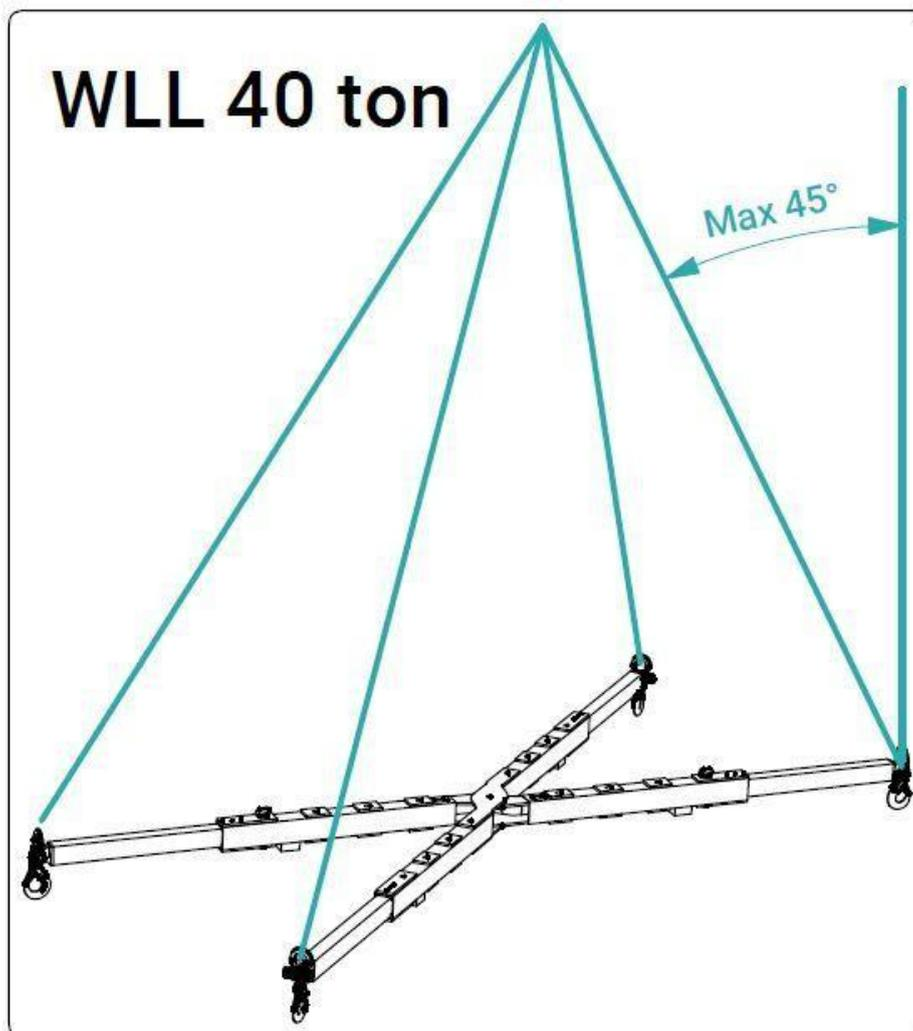
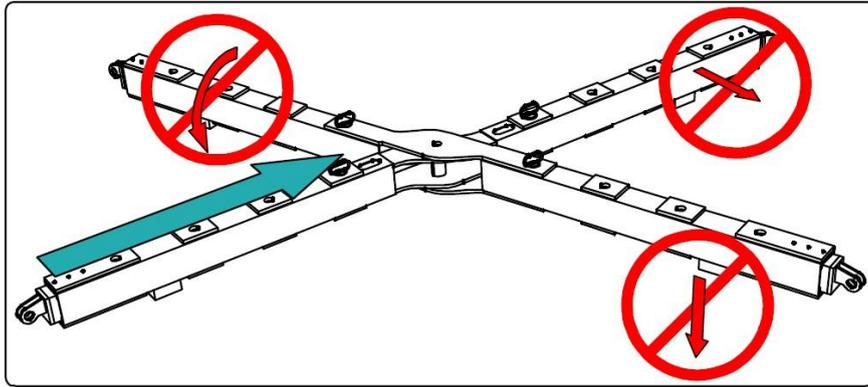
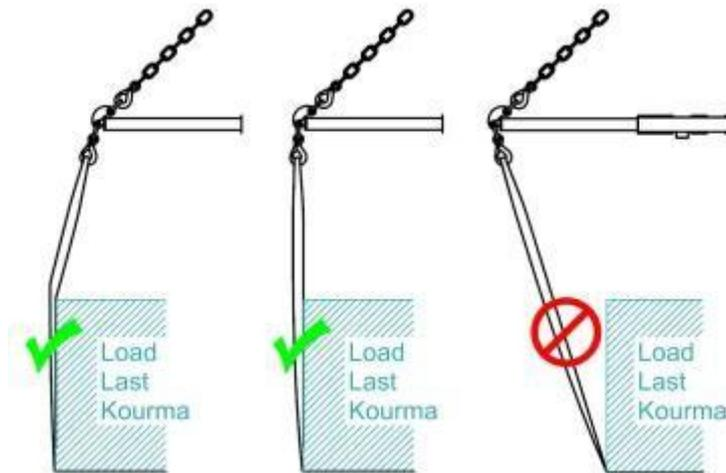
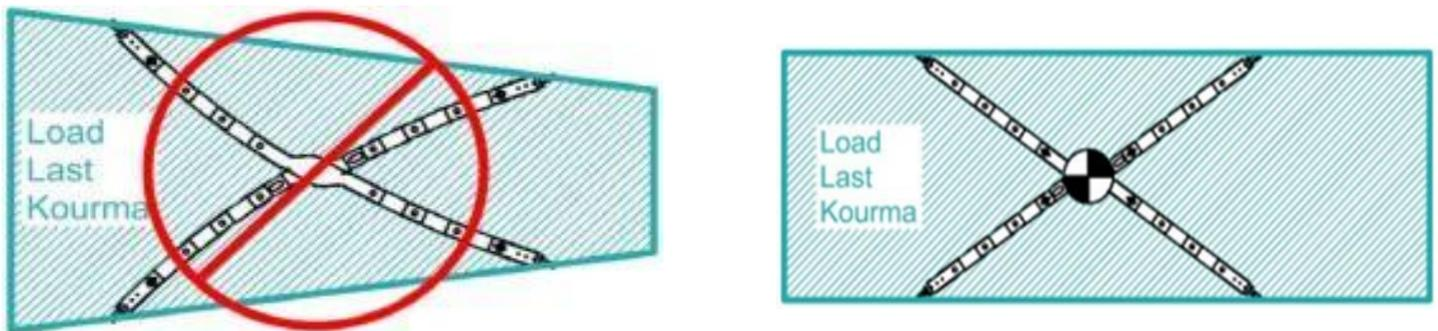

Figura 1: El peso máximo de elevación es de 40 000 kg con un ángulo de 45° en los cables de elevación
Figura 2: El balancín de elevación sólo puede cargarse hacia dentro
Figura 6: El balancín de elevación está ajustado a la longitud correcta cuando es tan largo o más corto que la anchura de la carga.
Figura 7: Los puntos en los que las correas de elevación abandonan la carga deben formar un rectángulo
El separador de elevación ALUEX 40T está diseñado para ayudar a elevar objetos. El propósito del separador de elevación es separar las correas de elevación del objeto. El separador de elevación es ajustable, lo que permite que la elevación sea lo más segura. Lea y siga las instrucciones de uso para que el separador de elevación se utilice sin riesgo. Entregue una copia de estas instrucciones de uso a todos los usuarios de ALUEX. El balancín de elevación no debe utilizarse para ninguna elevación para la que no esté diseñado. **El peso máximo de elevación es de 40 000 kg con 45 grados, ¡el ángulo de elevación no puede ser inferior! (véase la figura 1).** ¡Debe familiarizarse con las instrucciones y aclarar cualquier ambigüedad antes de ponerlo en uso!
**El peso máximo de elevación es de 40 000 kg con 45 grados, ¡el ángulo de elevación no puede ser inferior! (véase la figura 1).** El balancín de elevación sólo puede cargarse hacia dentro (véase la figura 2). Los brazos del balancín de elevación deben poder moverse libremente (véase la figura 3). El balancín de elevación debe ajustarse a la longitud correcta antes de su uso. **Queda terminantemente prohibida** la fijación en cualquier otro lugar que no sea el punto de fijación (grilletes). (véase la figura 4). Todas las vigas de ajuste deben ajustarse siempre a la misma longitud (véase la figura 5). cuando se utilice, la longitud de la viga de separación debe ajustarse siempre utilizando los pasadores guía. La fijación de los pasadores debe comprobarse siempre antes del uso. **La longitud correcta es siempre igual o inferior a la anchura del objeto** (véase la figura 6). El centro de gravedad de la carga debe estar situado en el centro por debajo del balancín de elevación, los puntos donde las correas de elevación abandonan la carga deben formar un rectángulo (véase la figura 7).